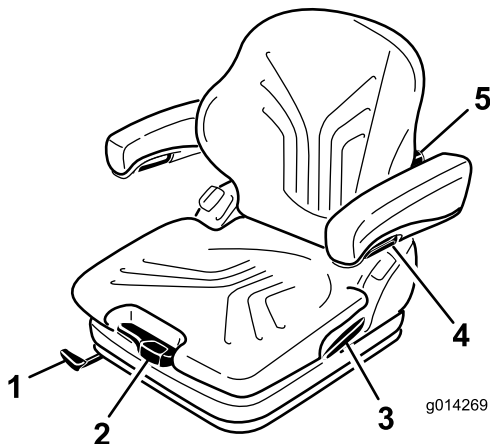

図 25
そして、体重調整レバーを使って、運転する人の体重に合わせます(図 25)。
1. 調整は、レバーを引き上げてシートのロックを解除して行います(図 25)。
調整ノブを上に戻すと背もたれの上部の湾曲の調整ができます。調整ノブを下に戻すと背もたれの下部の湾曲の調整ができます( ) 図 25。
アームレストの高さを調整するには、カバーについている丸いキャップ(図 25)を外し、裏側にある六角ナット(13 mm)をゆるめて高さを調整し、その位置でナットを締めつけます。ナットにキャップを取り付けます。
アームレストの角度はノブを回して調整します(図 25)。
ロックレバーを引いてバックレストキャッチを外します（図 25）。この時、背もたれにもたれかかるなどして力を掛けないようにしてください。